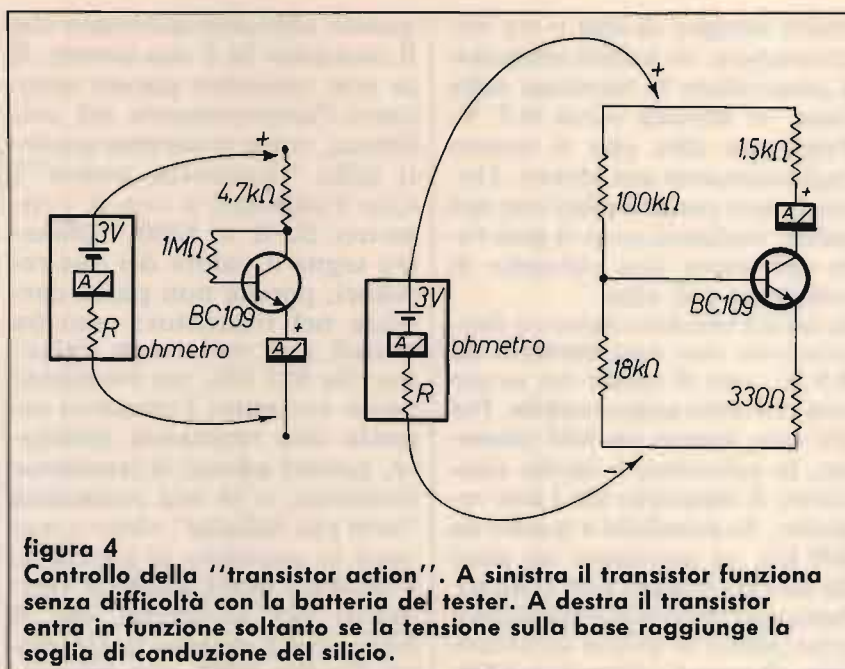

figura 4
In figura 4, a sinistra, ho riportato il circuito stabilizzato che abbiamo studiato in un articolo precedente (3). Applicando l'ohmetro come in figura, il transistor viene polarizzato e passa corrente tra emettitore e collettore, la quale corrente viene visualizzata dall'amperometro. Questo avviene anche se l'ohmetro è su  $\Omega \times 100$ , e sui puntali ci sarà solo 1 V. Passando su portate più basse, aumenta la tensione sui puntali, e aumenterà la corrente nel transistor, in omaggio al principio di funzionamento del transistor: più  $I_B$ , più  $I_C$ . Nel circuito a destra, la cosa è diversa, perché c'è un partitore sulla base; il transistor potrà entrare in funzione solo se la tensione sulla base supera la soglia di conduzione del silicio. Ciò dipende dal rapporto tra i due resistori, e dipende anche dalla portata dell'ohmetro. Prima di fare le prove, è molto didattico fare qualche ragionamento per cercare di indovinare se questo particolare circuito entrerà in funzione oppure no.
sa. Facciamo la prova strumentale. Con l'ohmetro su  $\Omega \times 1000$ , misuriamo la resistenza dei due resistori del partitore, l'amperometro rimane fermo. Dopo aver ricordato che il circuito di figura 4 a destra è un circuito serie-parallelo (uno dei resistori è il transistor), spostiamo su  $\Omega \times 100$ , e l'indice dell'amperometro si sposta "leggermente". Su  $\Omega \times 100$ , e l'indice dell'amperometro si sposta "leggermente". Su  $\Omega \times 10$ , lo spostamento sarà leggermente più ampio, ma si